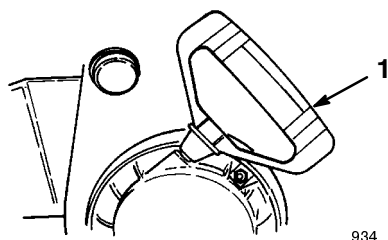

Figure 20
- **Lanceur** (Fig. 20)—Le lanceur se trouve à l'arrière du moteur. Tirez sur le lanceur pour mettre le moteur en marche.
7. Prenez la poignée du lanceur (Fig. 20) et tirez-la lentement jusqu'à ce que vous sentiez une résistance, puis tirez vigoureusement pour lancer le moteur.